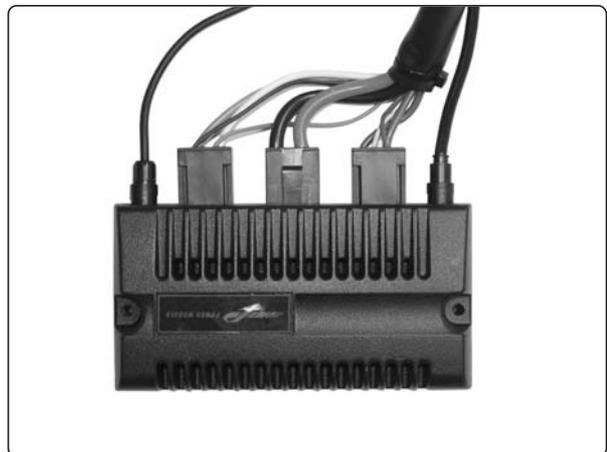

Abb. 44. Anschlüsse Ausgangsstufe Pilot+.
6. Lösen Sie die Kabelanschlüsse der Ausgangsstufe. Merken Sie sich die Anordnung der Kabel für den späteren Einbau, siehe Abb. 44.